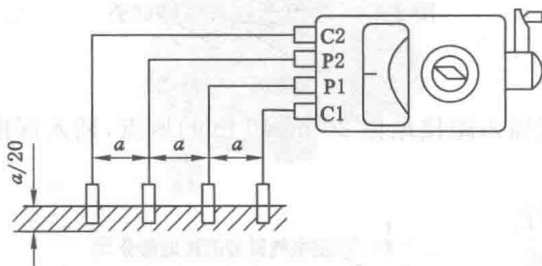

图 1-19 土壤电阻率测量接线图
(3) 土壤电阻率测量
① 在被测区沿直线埋入地下 4 根探测棒,彼此相距 a cm,探测棒的埋入深度应不超过 a 的 1/20。如图 1-19 所示。
② 打开 C2 和 P2 的连接片,用 4 根导线连接到相应探测棒上,测量方法与接地电阻的测量方法相同。
③ 所测电阻率为: